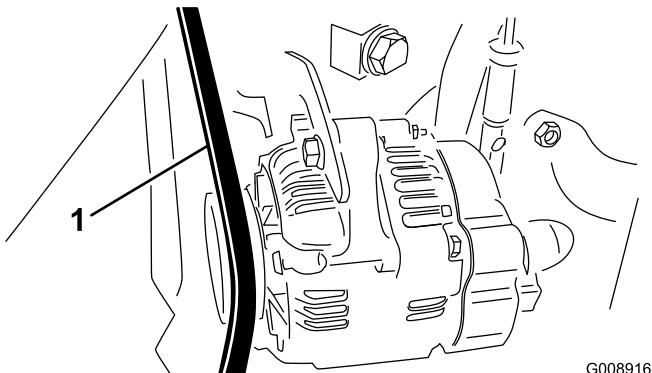

Figura 69
- Verifique a pressão calcando a correia do alternador/ventoinha entre o alternador/ventoinha e as polias da alavanca do cárter, utilizando uma força de 30 Nm (Figura 69).